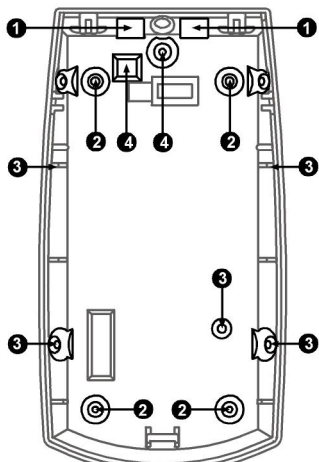

Fig 2 Knockout holes Orificios troquelados Trous de débouchure I Fori ciechi Otwory montażowe
3. Retire los troqueles correspondientes a los tornillos de montaje para una instalación correcta. Fig. 2 B o C.